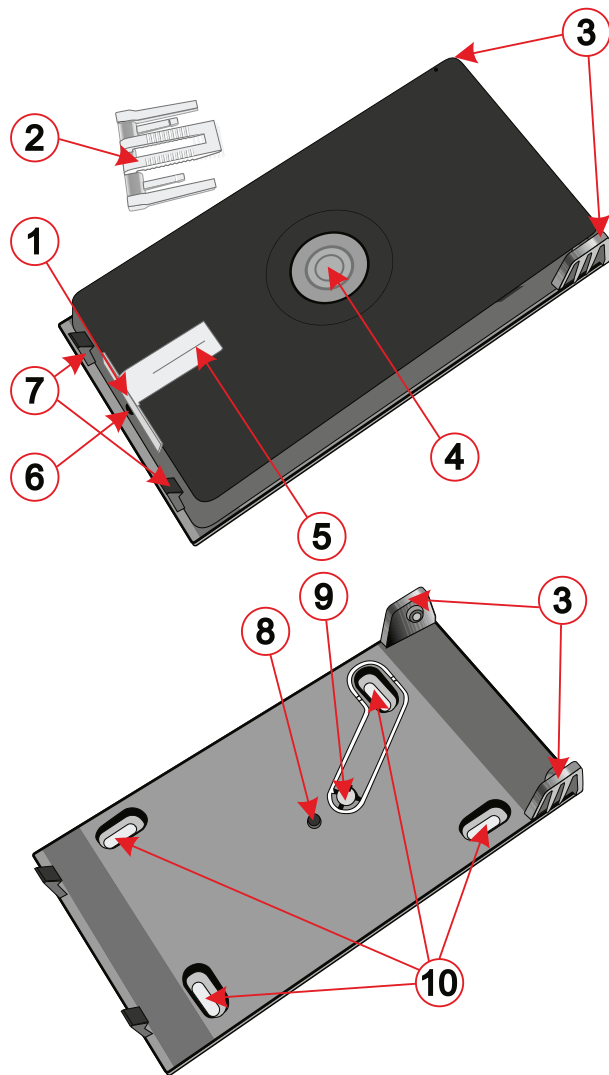
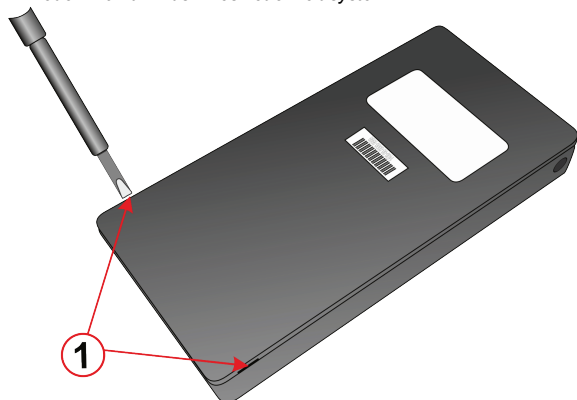

Fig. 1: Panikknop og monteringsplatform - beskrivelse af de enkelte dele
Fig. 3: metode til at åbne panikknappen og fjerne lyslederen for at erstatte den med en pengeseddelholder
Ved brug af denne funktion er det nødvendigt at udskifte standardlysguiden, som vist på fig. 3, med en lysguide udstyret med en clips (2) på fig. 1, som er inkluderet i emballagen. Detektering af seddelfjernelse kan bruges til at beskytte kontrakter eller andre værdifulde dokumenter i et pengeskab eller en sikkerhedsboks.
Vi anbefaler at installere panikalarmknappen på monteringsplatformen (fig. 1). Monteringsplatformen muliggør installation på forskellige typer overflader og gør det muligt at opdage manipulation, hvis enheden fjernes fra monteringsplatformen.
1. Fjern panikknappen fra dens monteringsplatform ved at anvende en lille kraft på siderne af hængslerne (3), se fig. 1, for at adskille dem fra hinanden. Denne handling udføres bedst ved brug af et fladt værktøj.
2. Fastgør monteringsplatformen til det ønskede sted ved hjælp af fire skruer (10).
3. Fjern enhedens bagplade, denne handling kan udføres ved at lække den væk ved hjælp af en flad skruetrækker som vist i fig. 3.
Kontrolpanelet registrerer og rapporterer automatisk lav batteristatus. Det er nødvendigt at sætte systemet i servicetilstand, før batteriet udskiftes (knappen er udstyret med en sabotagesensor). Enheden kan åbnes som vist på fig. 3.